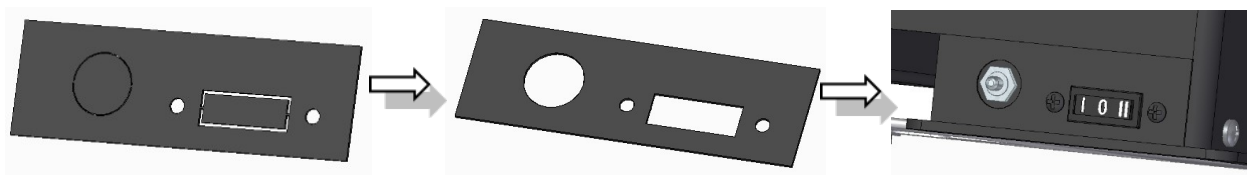
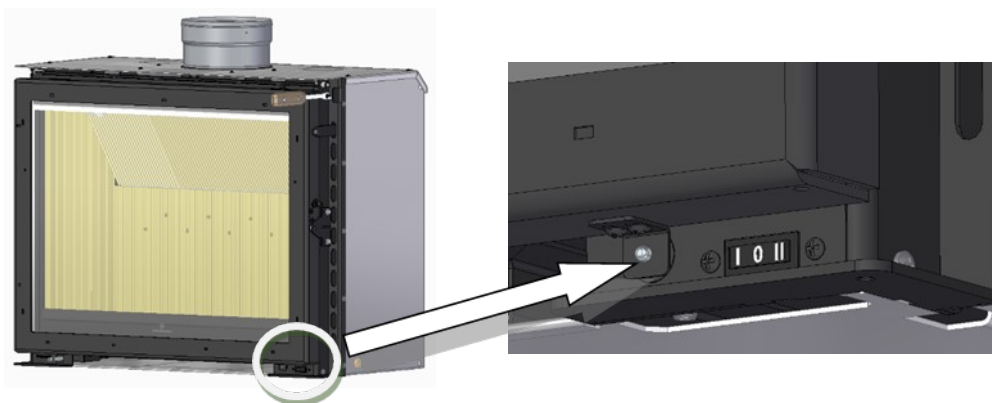

Figura 50 – Fijación del microinterruptor y botón On-Off
Figura 51 – Ajuste de la manilla de la puerta, funcionamiento del microinterruptor
c. Finalmente, debe colocar el micro-interruptor y el botón On-Off en el lugar adecuado, como se muestra en la Figura 50, primero debe romper las micro-uniones de la placa que se encuentra en el equipo, en la esquina inferior derecha para fijar los componentes.
d. Después de colocar los componentes en el equipo, Figura 50, debe ajustar la pestaña que está debajo de la puerta, para que la puerta después de cerrar la pestaña accione el microinterruptor, ver Figura 51.